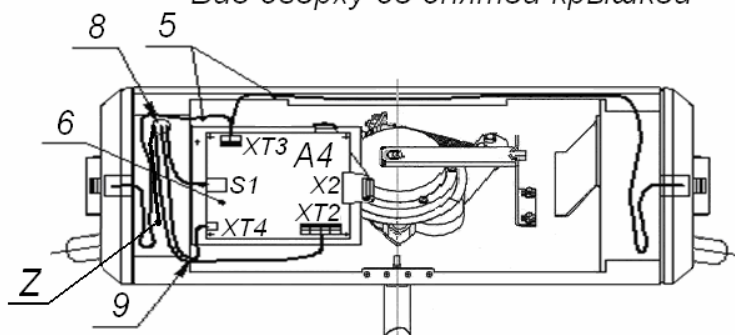

Рисунок 11. Схема прокладки кабелей в стойке ЭП
6. Подготовьте в полу отверстия под гильзы анкеров для крепления стойки ЭП. Установку и крепление стойки производите после прокладки всех кабелей в кабельном канале и внутри стойки. Схема прокладки кабелей в стойке и места расположения отверстий, в которые следует установить изоляционные втулки из комплекта поставки, показаны на рис. 11.
10. Выполните заземление стойки ЭП в соответствии с требованиями ПУЭ («Правила устройства электроустановок»). Контакт заземления Z находится под крышкой стойки (3), слева от платы контроллера (см. рис. 11).